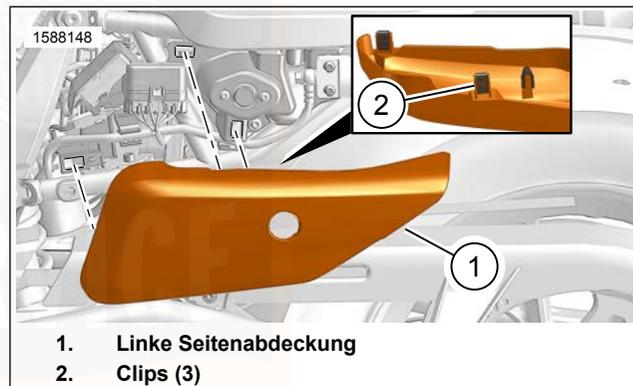

Abbildung 63. Linke Seitenabdeckung (RH1250S)
1. Siehe Abbildung 63. Ziehen Sie die linke Seitenabdeckung (1) mit Clips (2) vom Fahrzeug weg.